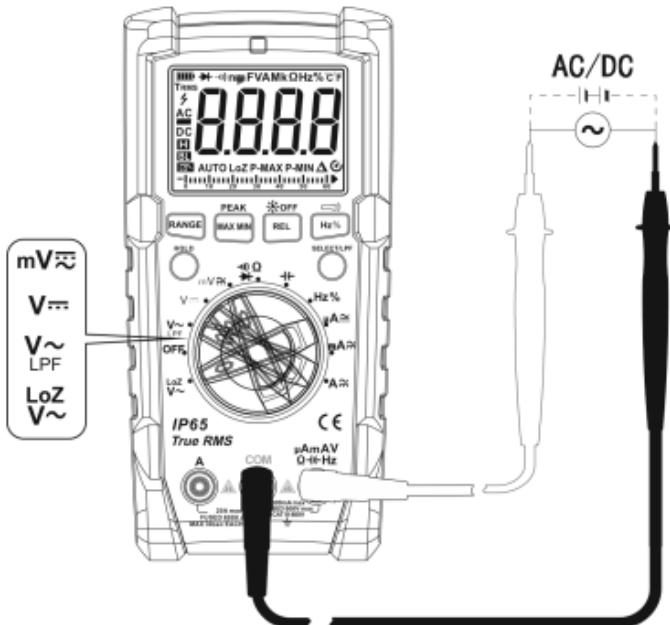

Рис. 3 Измерение напряжения переменного и постоянного тока
7.1 Измерение напряжения переменного и постоянного тока (см. рис. 3)